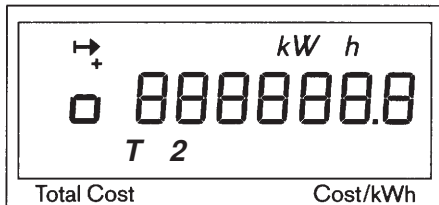

Fig. 3.1
| Fig. 3.1 | Energia attiva continua T2 (kWh) | Fig. 13.1 | Tensione istantanea L1 (V) |